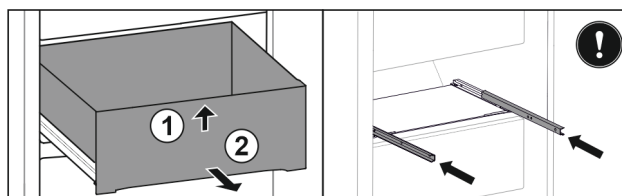

Fig. 134
- Lyft upp utdragslåda fram till. Fig. 134 (1)
- Ta ut utdragslåda genom att dra den framåt. Fig. 134 (2)